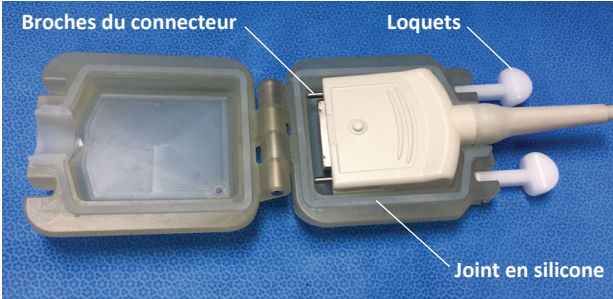

Figure 1-7 : Protecteur de connecteur de la sonde IUUS Sonata fermé hermétiquement sur le connecteur de la sonde IUUS
- Appuyer dessus et engager complètement les deux loquets, figure 1-7.